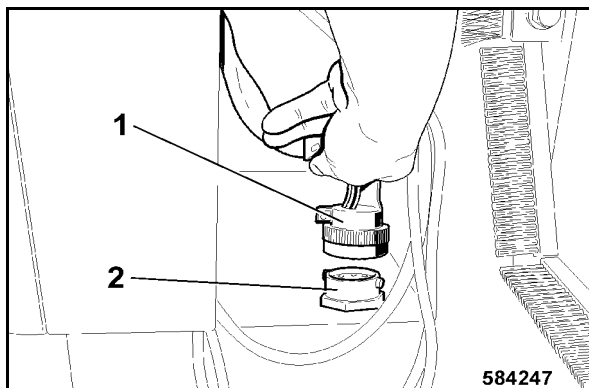

Fig. 229
- Brancher le connecteur 1 (Fig. 229) dans la prise (2).